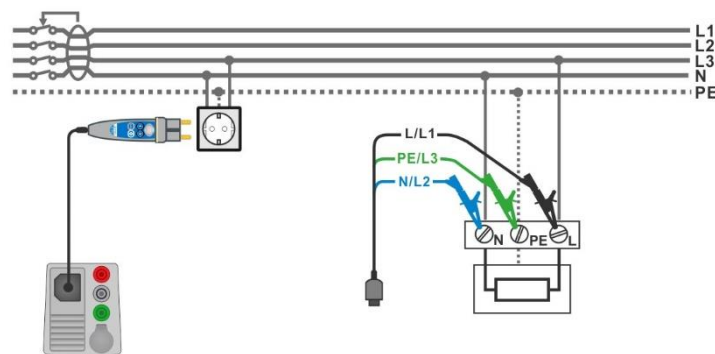

Abbildung 7.34: Anschluss des Commander-Prüfsteckers und die 3-Leiter Prüfadapter
- › Verbinden Sie L, N und PE des 3-Leiter Prüfadapters oder des Commander Prüfstecker mit dem Prüfobjekt, siehe **Abbildung 7.34**.
- › Schließen Sie den 3-Leiter Prüfadapter oder den Commander Prüfstecker am Prüfling an, siehe **Abbildung 7.34**.
<ul style="list-style-type: none"> › Wählen Sie die Funktion RCD Auto. › Stellen Sie die Prüfparameter / Grenzwerte ein. › Schließen Sie die Prüfleitungen am Prüfgerät an. › Schließen Sie den 3-Leiter Prüfadapter oder den Commander Prüfstecker am Prüfling an, siehe Abbildung 7.34. › Starten Sie die Messung. 	Start Prüfung